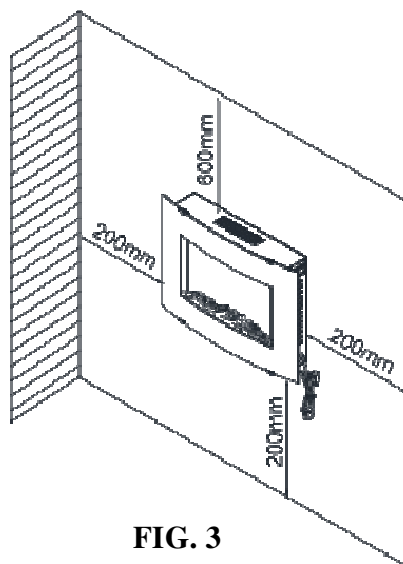

FIG. 3
4. Individuare una posizione adatta in cui montare il riscaldatore orizzontalmente - utilizzare una livella a bolla per assicurarsi che sia montato orizzontalmente (fig. 3).